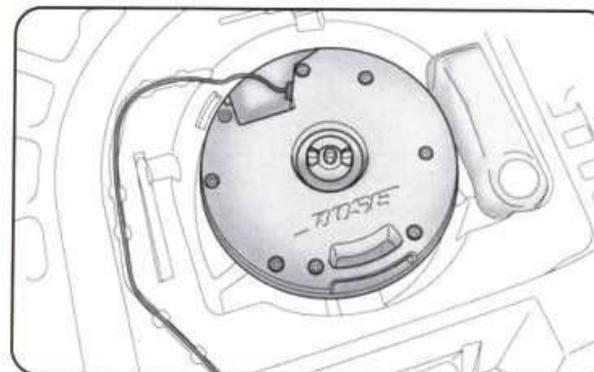

рис. 12
### Сабвуфер и комплект для ремонта шин (рис. 12)
- извлеките комплект для ремонта шин, расположенный с правой стороны багажного отделения (рис. 12);